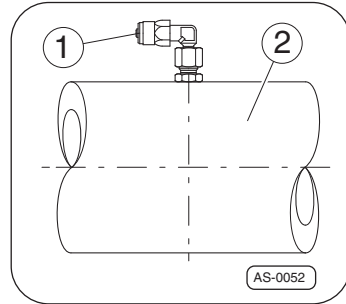

Fig. 7 · Coude d'assemblage sur le tube d'essieu
1. Démonter avec soin la vis d'obturation sur le tube d'essieu ⇒ Fig. 7, –Pos. 2–.